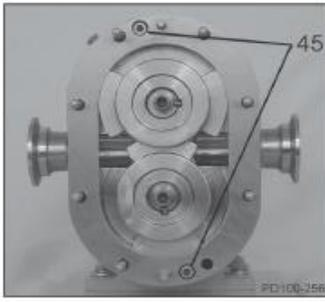

Abbildung 37 - Position der Kopfschrauben
1. Entfernen Sie die beiden Gehäusebefestigungszylinderschrauben (Abbildung 37, Pos. 45).